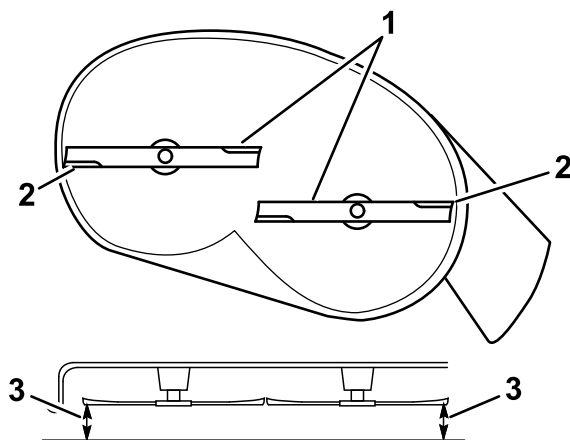

Figura 65
5. Misurate la distanza tra i taglienti esterni e la superficie piatta (Figura 65).